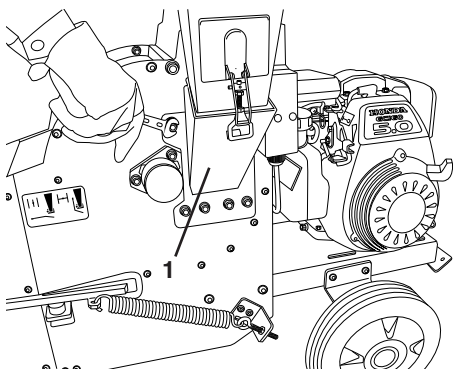

Figure 1
Placer la trémie latérale (1) sur les quatre boulons soudés sur la partie latérale de la déchiqueteuse et bien la visser (voir « Figure 1 »).